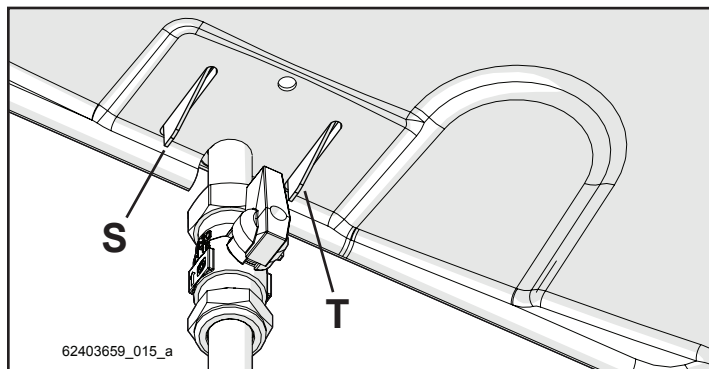
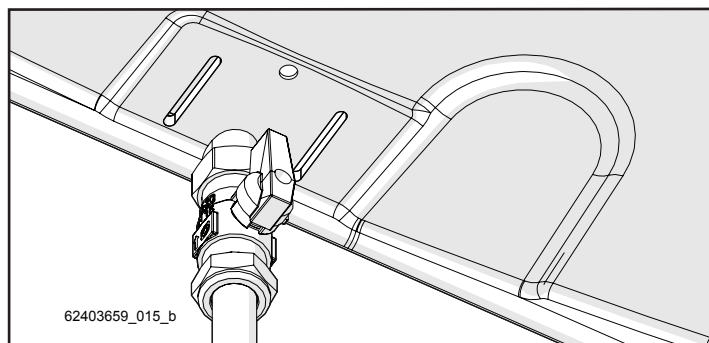
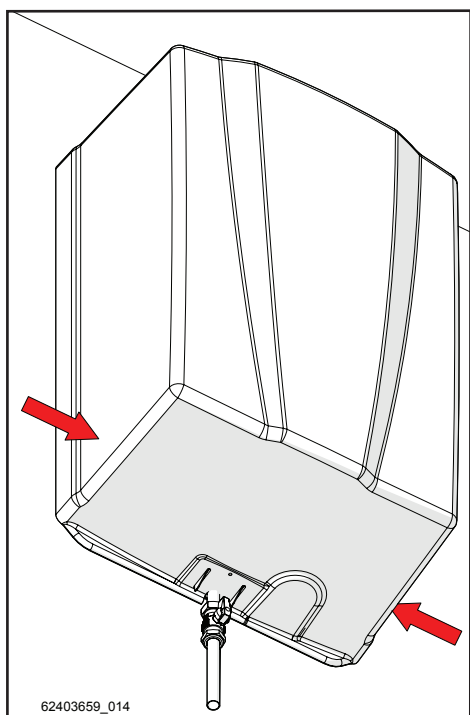

Figura 5-56
Figura 5-57
Figura 5-55
- 2 - Effettuare una pressione con le mani in corrispondenza delle aree indicate dalle frecce mostrate in figura 5-55; passando dalla posizione dei due fazzoletti "S" e "T" mostrata in figura 5-56, alla posizione in figura 5-57;